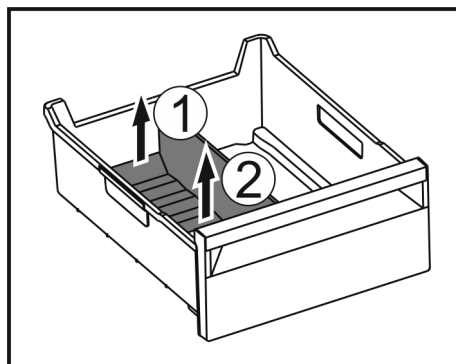

Fig. 173
- Soulever la partie arrière du séparateur de congélateur. Fig. 173 (1)
- Retirer le séparateur de congélateur par le haut. Fig. 173 (2)